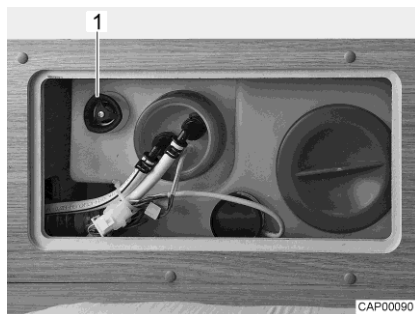

Bild 96 Vattentank med ratt
- Vrid ratten (Bild 96,1) på vattentanken medurs till stoppläget.
- Vrid ratten (Bild 96,1) på vattentanken moturs till motståndet. Vattnet rinner ut tills ca 20 liter är kvar.